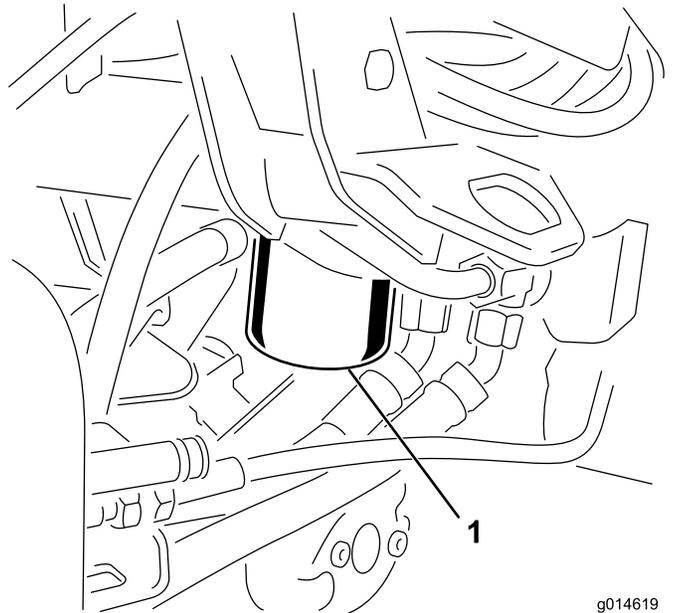

图 43
1. 清洁过滤器安装区周围的区域图 43。在过滤器下面放置一个放油盘并拆下过滤器。